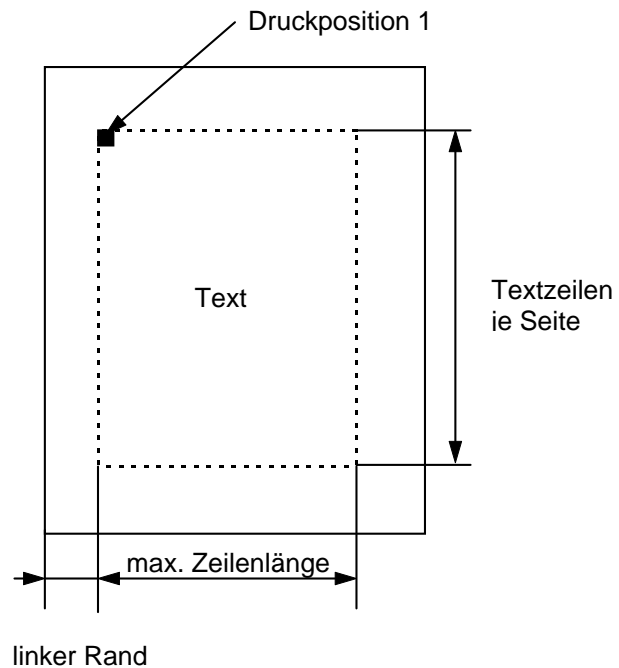

Bild 2: Einzelblätter
Einzelblätter (Bild2):
- Es können die in Bild 2 angegebenen Parameter Textzeilen je Seite, linker Rand und max. Zeilenlänge eingestellt werden.